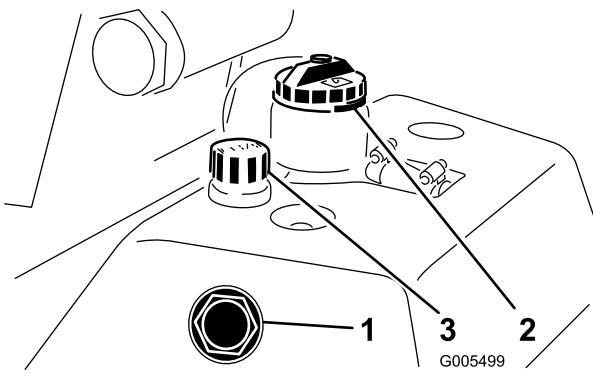

Bild 26
- Stellen Sie die Maschine auf eine ebene Fläche. Stellen Sie sicher, dass die Maschine abgekühlt ist, sodass das Öl kühl ist. Prüfen Sie den Ölstand am Schauglas an der Seite des Hilfsöltanks (Bild 26). Wenn der Ölstand neben dem Schauglas an der Vollmarke steht, ist genügend Öl eingefüllt.